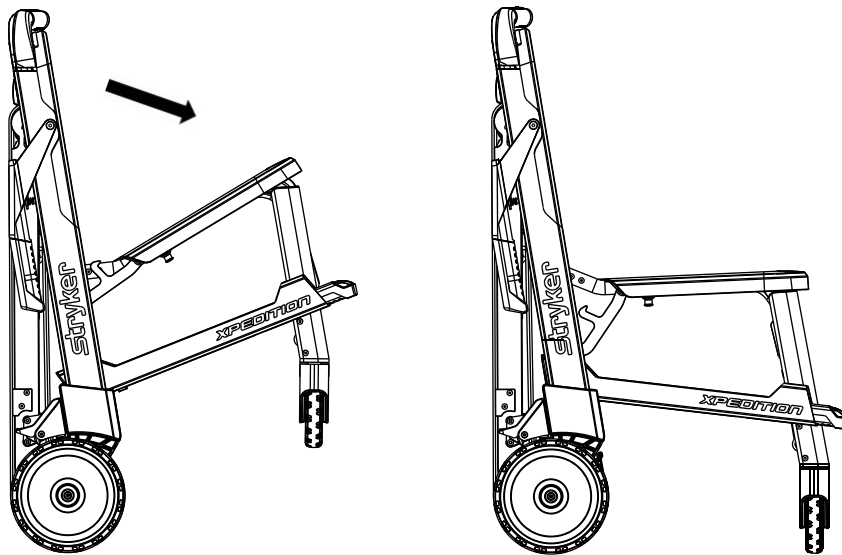

Рисунок 8 – Порядок раскладывания кресла
3. Потяните сиденье вниз (Рисунок 8).